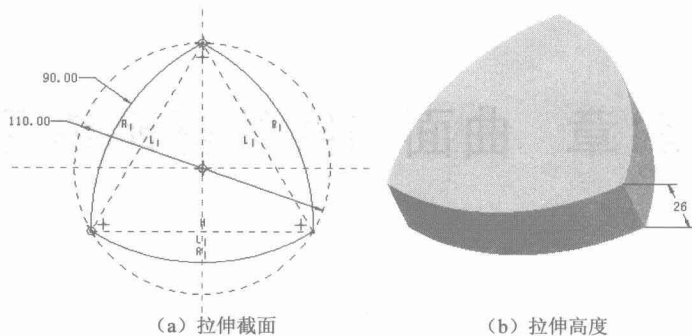

图1-3
2. 选择 TOP 基准面绘制如图 1-3 (b) 所示拉伸实体, 拉伸截面如图 1-3 (a) 所示。